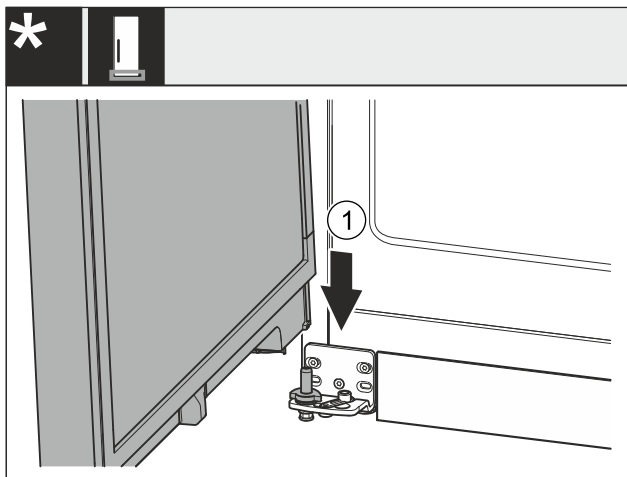

Fig. 43 \*
- Dveře nasadíte shora na dolní ložiskový čep Fig. 43 (1)\*